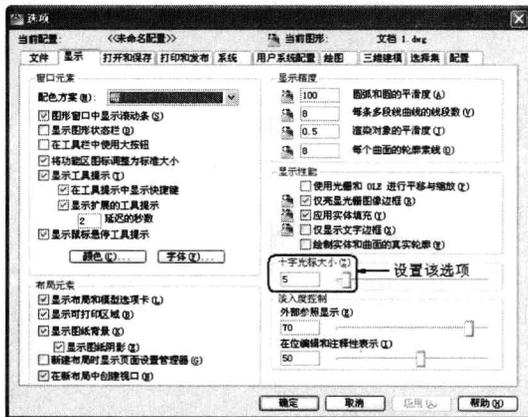
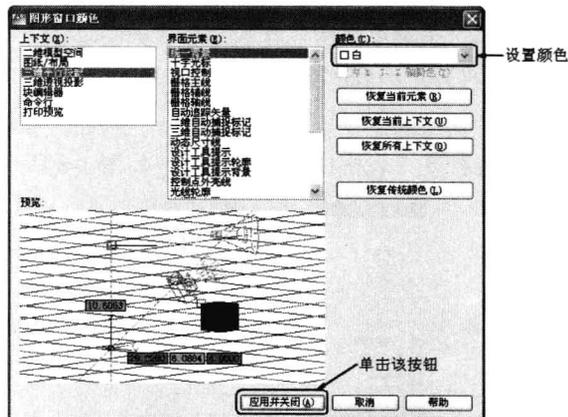

图 1-3 “选项”对话框中的“显示”选项卡
图 1-4 “图形窗口颜色”对话框
在绘图窗口中选择菜单栏中的“工具”→“选项”命令,屏幕上将弹出“选项”对话框,打开“显示”选项卡,在“十字光标大小”区域中的编辑框中直接输入数值,或者拖动编辑框后面的滑块,即可对十字光标的大小进行调整,如图 1-3 所示。
(1) 选择“工具”→“选项”命令,打开“选项”对话框,打开如图 1-3 所示的“显示”选项卡,单击“窗口元素”区域中的“颜色”按钮,将打开如图 1-4 所示的“图形窗口颜色”对话框。
(2) 单击“图形窗口颜色”对话框中“颜色”字样右侧的下拉箭头,在打开的下拉列表中选择需要的窗口颜色,然后单击“应用并关闭”按钮,此时 AutoCAD 的绘图窗口变成了窗口背景色,通常按视觉习惯选择白色为窗口颜色。